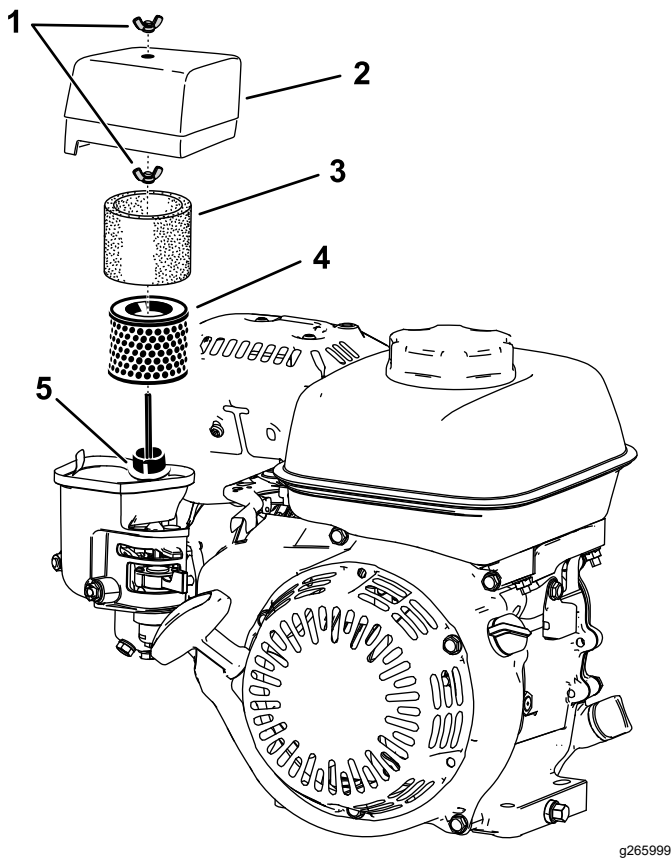

Figura 31
2. Retire la tuerca de orejeta que sujeta la tapa del limpiador de aire (Figura 31).